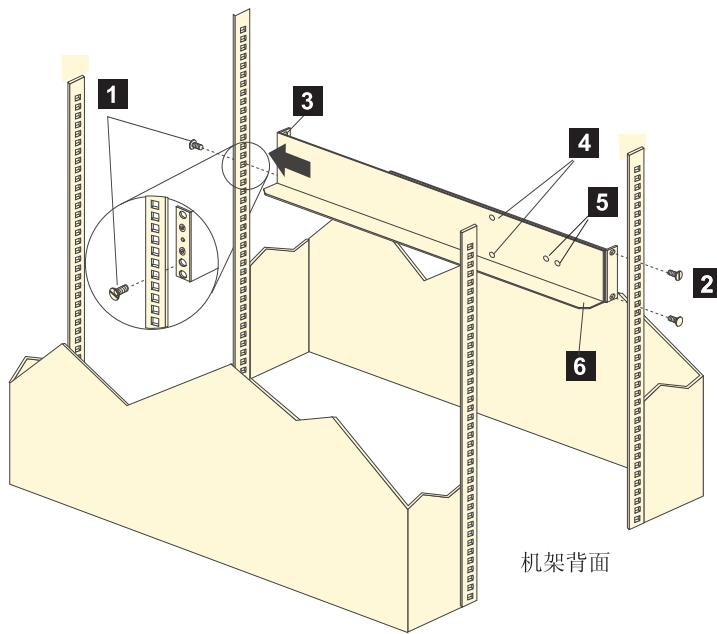

图 11. 安装支撑导轨
**注：**当执行这些步骤时，请参阅第 26 页的图 11。
5. 使用 2 号十字螺丝刀拧开左支撑导轨上将导轨的两部分固定在一起的两颗螺钉 (5)。
**注:** 支撑导轨没有标记为“左”或“右”。然而, 每个导轨仅能被正确地安装到机架式机箱的一面。导轨安装时应使定位销置于机架背面。第 26 页的图 11 显示左支撑导轨的安装。
2. 从导轨上卸下四颗螺钉（每个导轨有两颗螺钉）。请参阅图 11 中的 4。如果不卸下这些螺钉，将无法牢固地装入存储扩展机柜。